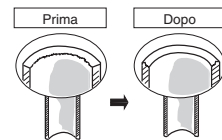

Fig. 7-1
- 2) Rimuovere le bave alla fine del tubo di rame svasato con un alesatore o una lima. Questo processo è importante e deve essere fatto con la massima cura. Fare attenzione ad impedire a contaminanti (umidità, sporco, trucioli di metallo) di entrare nei tubi. (Fig. 7-1 e 7-2).